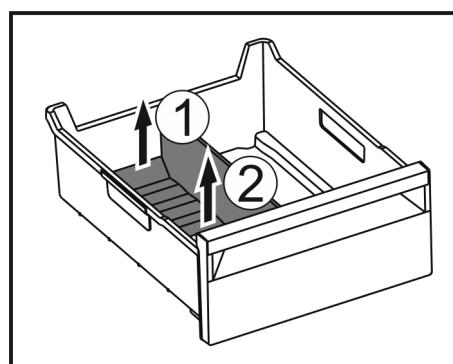

Fig. 78
- Fig. 78 (1)
- Odoberte oddelovač zásuvky na ľad nahor. Fig. 78 (2)